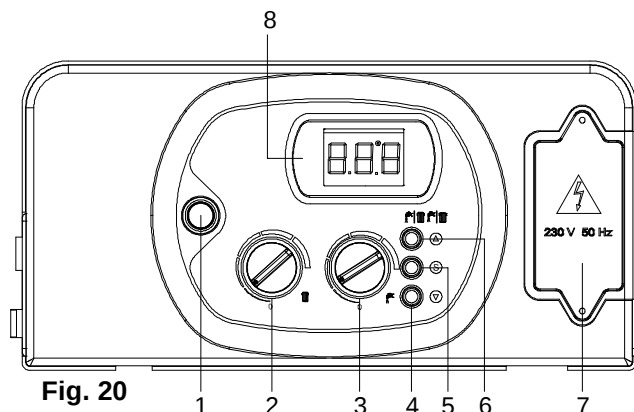

Fig. 20
- Mettre en fonction la chaudière en plaçant l'interrupteur **1** (Fig. 20 page 44) sur ON (marche) (fig. 1)
- Vérifier que l'afficheur **8** (Fig. 20 page 44) ne visualise aucun code d'erreur ; si la valeur **H20** s'affiche, cela signifie que l'eau manque dans la chaudière et qu'il est nécessaire de remplir l'installation selon les indications du chapitre « Remplissage de l'installation »
Pour commuter la chaudière sur « ÉTÉ », agir sur la touche **6** (Fig. 20 page 44) et sélectionner ainsi la fonction sanitaire. En mode “ETE”, le symbole  s'allume sur l'afficheur du tableau de commande.
Pour commuter la chaudière sur « HIVER », agir sur la touche **6** (Fig. 20 page 44) et sélectionner ainsi la fonction chauffage. En mode “HIVER”, le symbole  s'allume sur l'afficheur du tableau de commande.
Pour commuter la chaudière en fonctionnement ÉTÉ-HIVER, agir sur la touche **6** (Fig. 20 page 44) et sélectionner la fonction chauffage/eau chaude sanitaire. Le fonctionnement ÉTÉ-HIVER se reconnaît à l'allumage simultané des symboles   sur l'afficheur du tableau de commande.
Le réglage de la température s'effectue au moyen du bouton **2** (Fig. 20 page 44) ;
Le réglage de la température s'effectue au moyen du bouton **3** (Fig. 20 page 44) ;